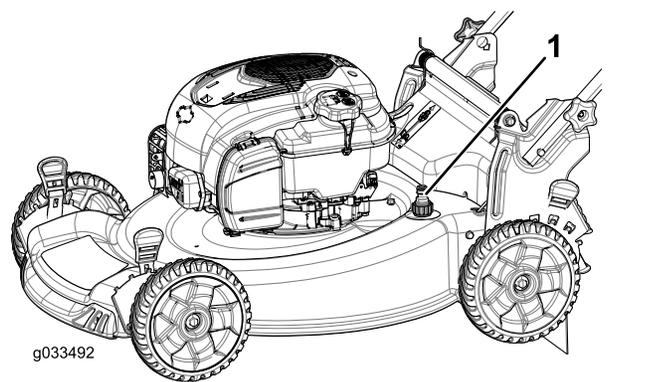

Рисунок 39
5. Присоедините садовый шланг, подключенный к источнику воды, к промывочному отверстию в корпусе (Рисунок 39).